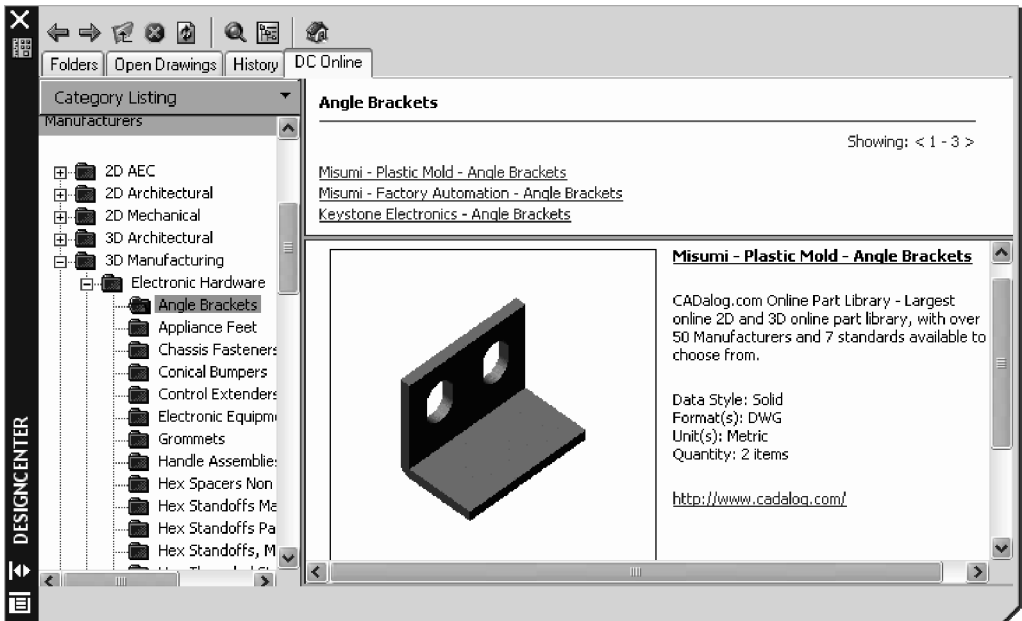

Fig. 5.51 Accesul la resursele de pe Internet prin **Design Center**
- panoul **DC Online** – permite accesul la resursele de pe Internet, prezentate pe categorii ca în Fig. 5.51.